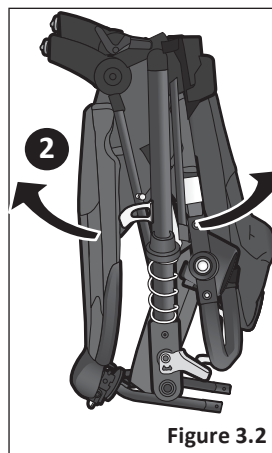
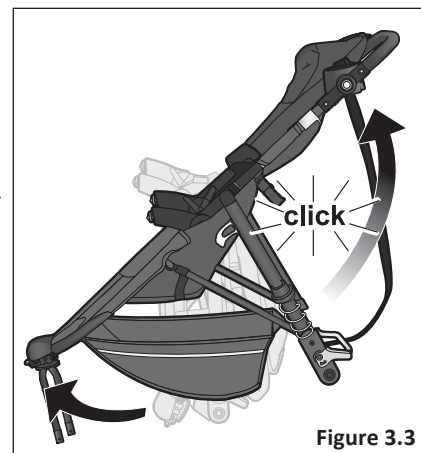

Figure 3.2
Figure 3.3
- 2 Continuez de tenir le verrou ouvert tout en tirant la poignée vers le haut **Figure 3.2** jusqu'à ce que le cadre "clique" en place. **Figure 3.3**